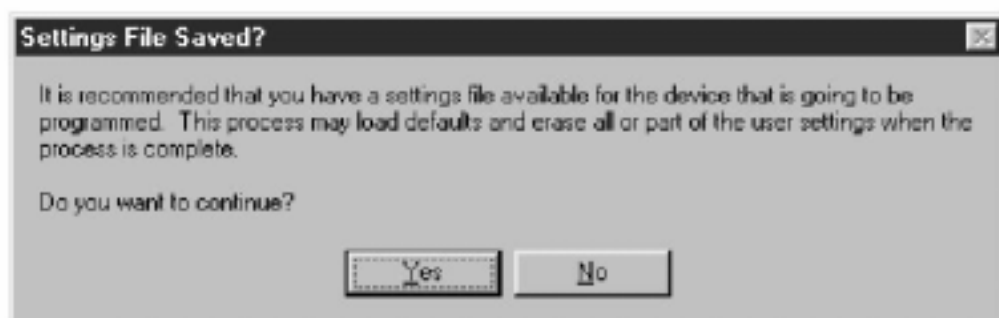

图 5-31. 设定值文件提醒对话框
5.单击 **Start Transfer Data** 按钮，继续下一步，出现如图 5-31 所示的对话框，建议你把 DECS-100 的设定值保存到一个文件中，这样在更新 DECS-100 的嵌入软件后可以中心载入。